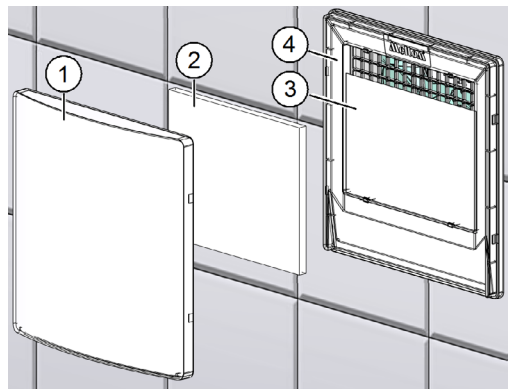

Abb. 12: Filter und Reguliervlies wechseln
- ▶ Greifen Sie an einer Ecke von unten in den Ansaugdeckel (Pos. 1 in Abb. 12) und ziehen Sie den Ansaugdeckel vom Filterträger (Pos. 4 in Abb. 12) ab.
- ▶ Entnehmen Sie den gebrauchten Filter (Pos. 2 in Abb. 12).
- ▶ Wechseln Sie bei starker Verschmutzung auch das Reguliervlies (Pos. 3 in Abb. 12, nur bei Lüftern mit einer Luftleistung von 60 m3/h mit seitlichem Ausblas).